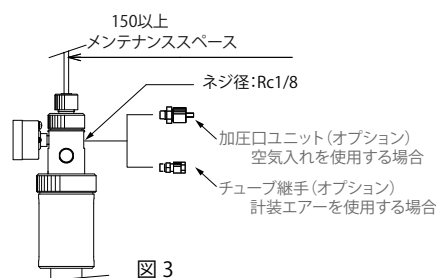

図3
- ・計装エアで加圧するときはチューブ継手を取付けてください。【図3】参照